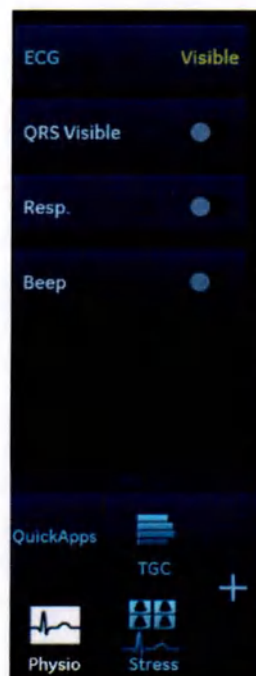

Рис. 4-22. Элементы управления мониторингом ЭКГ
1. По умолчанию ЭКГ отображается во всех кардиологических приложениях. При работе с другими приложениями для активации этой функции необходимо нажать кнопку **Physio** (Физиологические показатели) на панели быстрого доступа и выбрать **ECG** (ЭКГ) (Рис. 4-22).